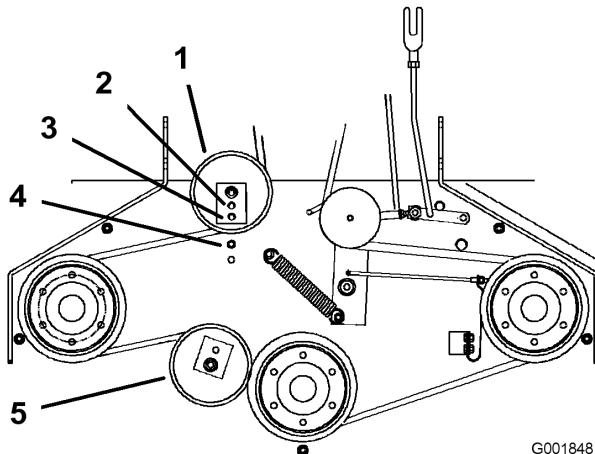

Figura 40
(Figura 40). Utilice el taladro que permita un ajuste correcto.
- Cuando se cambia de posición la polea tensora, será necesario cambiar también la guía de la correa. Mueva la guía de la correa a la posición delantera (Figura 40).